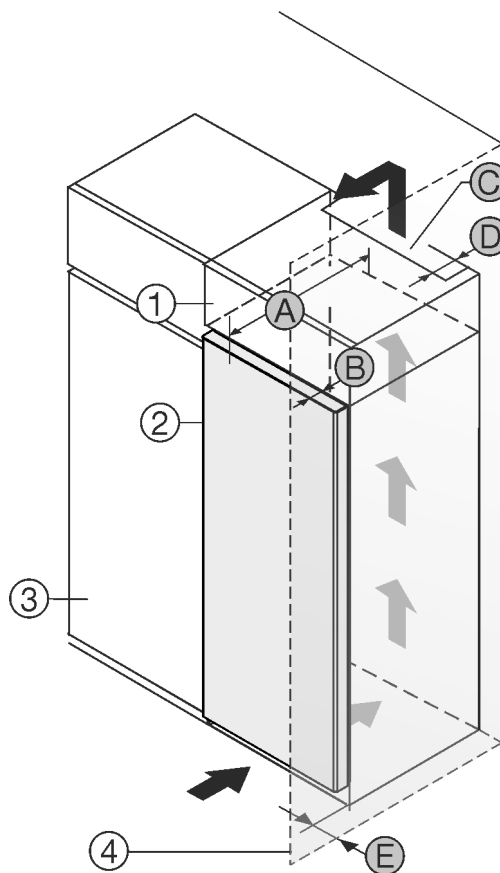

Fig. 1
- (1) Szafka nakładana*
- (2) Urządzenie*
- (3) Szafka kuchenna*
- (4) Ściana*
- (A) Głębokość urządzenia*
- (B) Głębokość drzwi*
- (C) Przekrój wentylacyjny*
- (D) Odstęp tylnej ściany urządzenia*
- (E) Odstęp od boku urządzenia*
Urządzenie można ustawić bezpośrednio obok szafki kuchennej Fig. 1 (3)*.
Na tylnej ścianie szafki nasadzonej wymagany jest wywiewny kanał wentylacyjny o głębokości Fig. 1 (D) na całej szerokości szafki.*
Pod sufitem pomieszczenia należy zachować przekrój wentylacyjny Fig. 1 (C)*.
Jeżeli urządzenie będzie ustawiane z zawiasami do ściany Fig. 1 (4), to pomiędzy urządzeniem i ścianą należy zachować minimalny odstęp, wynoszący 13 mm.*
Jeżeli urządzenie będzie ustawiane z zawiasami do ściany *Fig. 1 (4)*, to pomiędzy urządzeniem i ścianą należy zachować minimalny odstęp, wynoszący 20 mm.*
By móc całkowicie otworzyć drzwi, urządzenie musi wystawać przynajmniej o głębokość drzwi *Fig. 1 (B)* za front szafki kuchennej. W zależności od głębokości szafek kuchennych *Fig. 1 (3)* oraz od zastosowania elementów dystansowych urządzenie może wystawać jeszcze bardziej.*